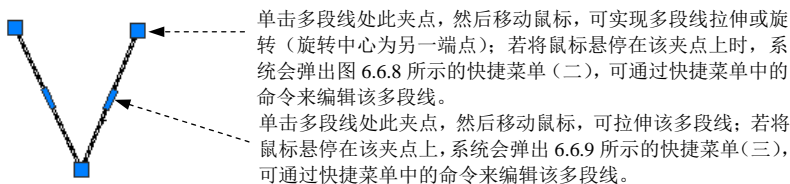

图 6.6.7 通过夹点直接编辑多段线对象
- **多段线对象**: 使用多段线上的夹点, 可实现对多段线移动、添加/删除顶点、拉伸及圆弧与多段线之间的转换, 如图 6.6.7 所示。